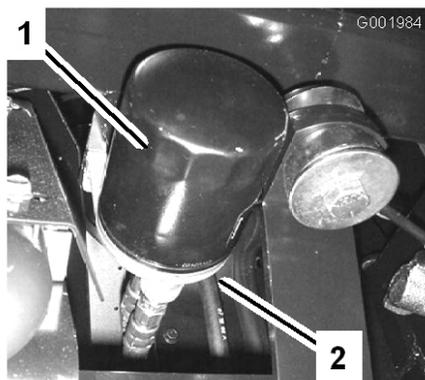

Figura 46
2. Togliete il filtro dell'olio (Figura 46).
5. Montate il nuovo filtro dell'olio sull'adattatore. Girate il filtro in senso orario finché la guarnizione di gomma non tocca l'adattatore, quindi serrate il filtro di un altro mezzo giro (Figura 46).